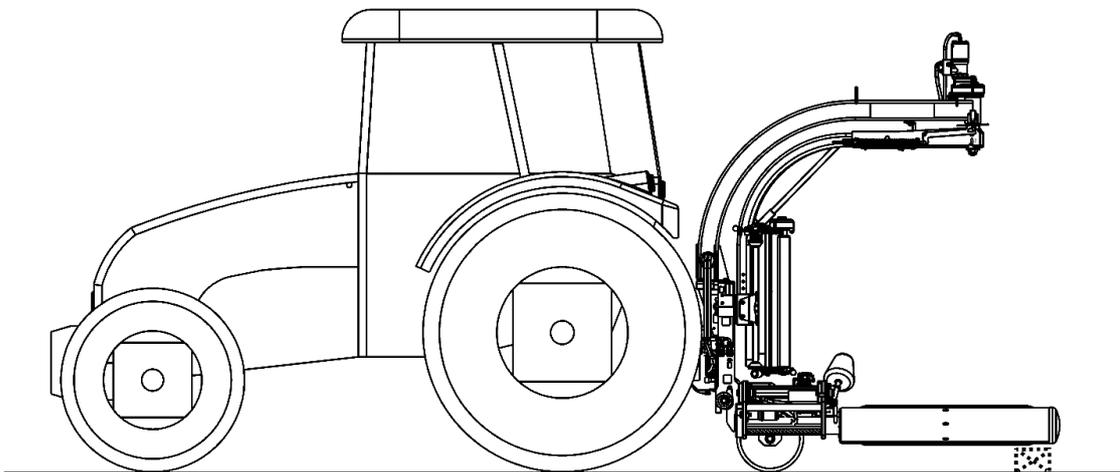

Abbildung 10. Die Position des Ballenwicklers beim An- und Entkoppeln des Schlepperantriebs
- Während der Verkopplung des Ballenwicklers mit dem Schlepper ist die Maschine auf dem befestigten, ebenen und nivellierten Untergrund in einer Flucht mit dem Schlepper einzustellen (**Abb. 10**). Den Schleppermotor abstellen, den Schlüssel aus dem Zündschloss ziehen und die Hilfsbremse des Schleppers betätigen.
- Der Ballenwickler ist auf ebenem und nivelliertem Boden aufzustellen (**Abb. 10**). Den Schleppermotor abstellen, den Schlüssel aus dem Zündschloss ziehen und die Hilfsbremse des Schleppers betätigen.